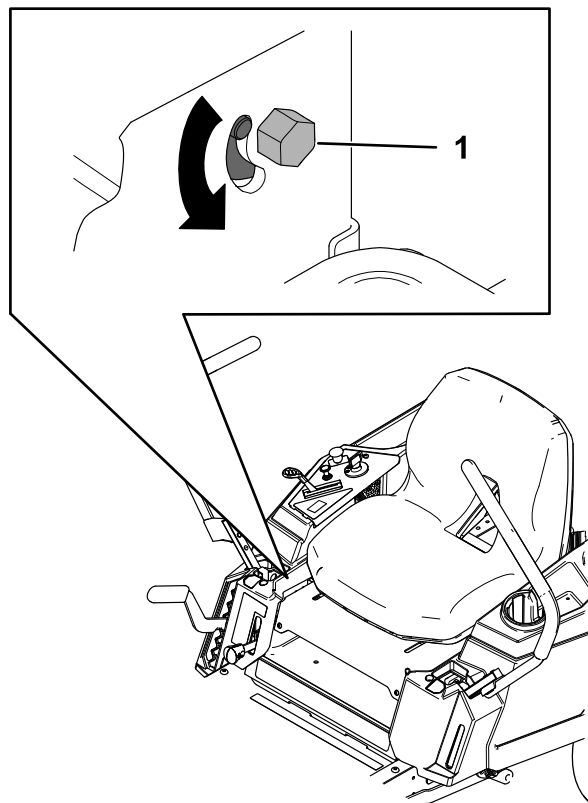

Figure 55
3. Localisez le boulon de réglage de la dérive près du levier de commande de déplacement du côté qui nécessite le réglage (Figure 55).